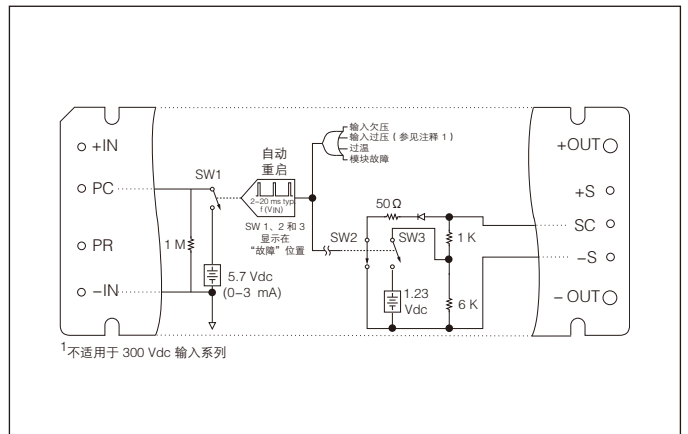
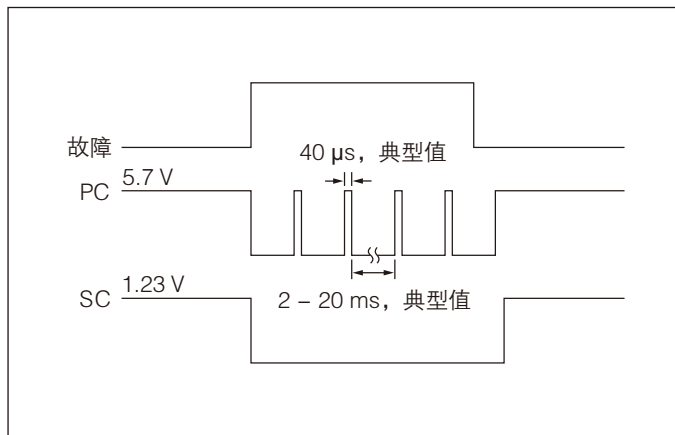

图 2-2a PC 和 SC 模块警报逻辑 (全型/小型模块)
图 2-4 — PC / SC 模块警报时间
当转换器位于不同的印刷电路板上, 或直接在模块输入端使用共模电感, 或转换器之间的距离会导致电压过度下降, 必须使用光耦合器。在任何情况下都不应该将 PC 引脚电平拉至负输入 (-IN), 和一个二极管压降的总和的电平以下。当 PC 引脚电压拉低时, PC 电流会产生与图 2-4 中所示类似的 PC 电压脉冲。并联两个或以上转换器以增大系统功率时, 应连接所有 PC 引脚, 以确保所有转换器同时启动。应该用外部电路控制阵列中所有转换器的 PC 引脚, 一旦输入电压在正常操作范围内, 这外部电路会令转换器使能。
**模块警报** 模块含“看门狗”电路, 用于监控输入电压、操作温度和内部操作参数。(图 2-2a 和 2-2b) 如果以上任何参数超出其指定的操作范围, 模块会关闭及 PC 会下降。(图 2-4) 之后 PC 会定时回升, 模块会查看故障是否已被清除 (例如输入欠压)。如果故障仍未被清除, PC 会再次下降; 而且这个程序会重复发生。当故障发生时, SC 引脚会下降; 并在故障被清除后回到正常状态。图 2-6a 和 2-6b 所示是使用比较器监控次级导通的一个示例。